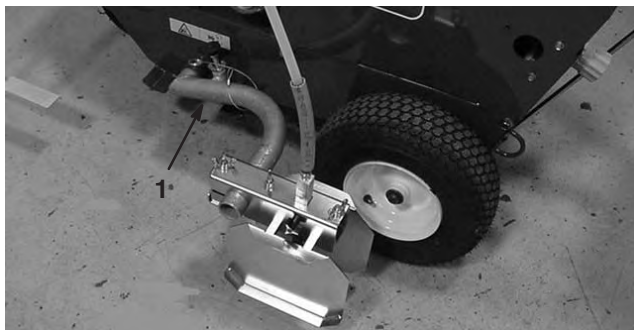

Figure 6
1. Glissez la rampe de pulvérisation sur le tube de montage et fixez-la avec l'axe de montage (Fig. 6). La rampe de pulvérisation peut être montée d'un côté ou de l'autre de la machine et pivotée vers l'avant ou l'arrière.